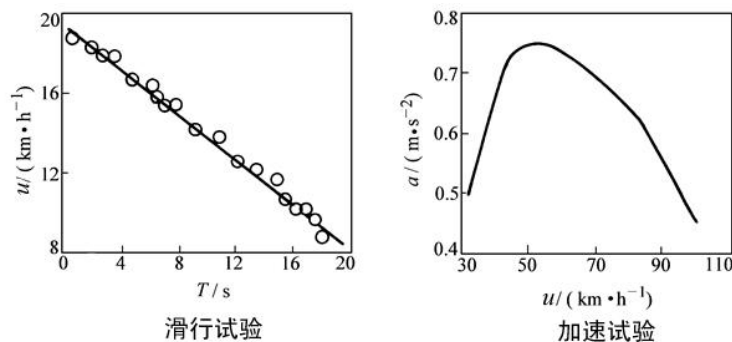

图1-4 低速滑行曲线与直接挡加速度曲线
**1.42** 一辆后轴驱动汽车的总质量为 2152kg，前轴负荷 52%，后轴负荷 48%，主减速器传动比  $i_0 = 4.55$ ，变速器各挡传动比如下：1 挡 3.79，2 挡 2.17，3 挡 1.41，4 挡 1.00，5 挡 0.86。质心高度  $h_g = 0.57\text{m}$ ， $C_D A = 1.5\text{m}^2$ ，轴距  $L = 2.300\text{m}$ ，飞轮转动惯量  $I_f = 0.22\text{kg}\cdot\text{m}^2$ ，四个车轮总的转动惯量  $I_w = 3.6\text{kg}\cdot\text{m}^2$ ，车轮半径  $r = 0.367\text{m}$ 。该车在附着系数  $\varphi = 0.6$  的路面上低速滑行曲线和直接挡加速曲线如图 1-4 所示。图上给出了滑行数据的拟合直线  $u = 19.76 - 0.59T$ ， $u$  的单位 km/h， $T$  的单位 s，直接挡最大加速度  $a_{\max} = 0.75\text{m/s}^2$ （ $u_a = 50\text{km/h}$ ）。设各挡传动效率均为 0.90，求：